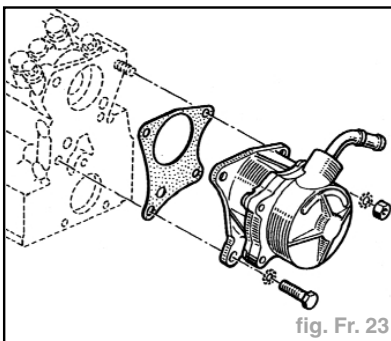

fig. Fr. 23
- Déposer la vis et l'écrou de fixation (fig. Fr. 23).